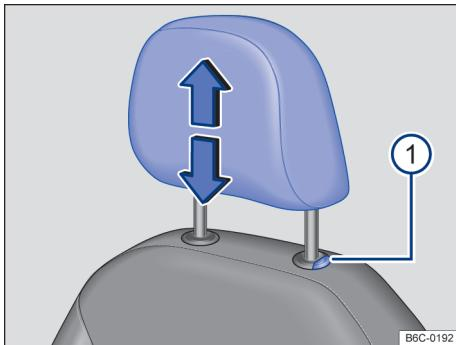
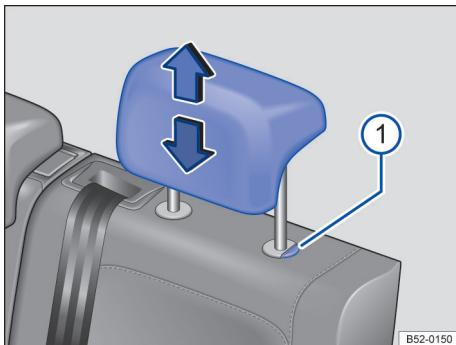

Fig. 65 Apoio para cabeça dianteiro: ajustar.
Fig. 66 Apoio para cabeça traseiros: ajustar.
- Deslocar o apoio para cabeça para cima ou para baixo na direção da seta com o botão → Fig. 65 ① ou → Fig. 66 ① pressionado → **⚠** em *Introdução ao tema* na página 82.